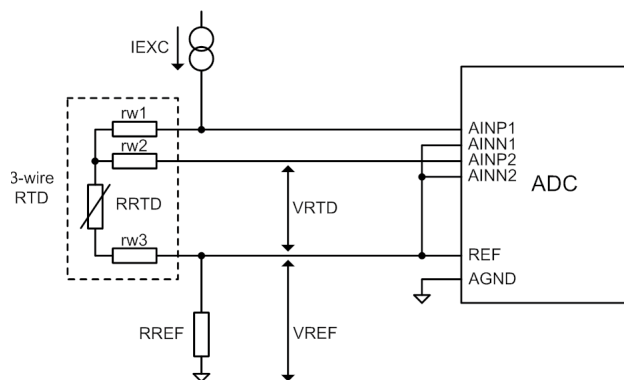

图2 比率法测量电路
1. 使用比率法测量。电路实现如图 2，测量精度和稳定性在理论上只与精密参考电阻相关，能够避开国产 24 位 ADC 器件自身增益误差、增益漂移等的不完美。